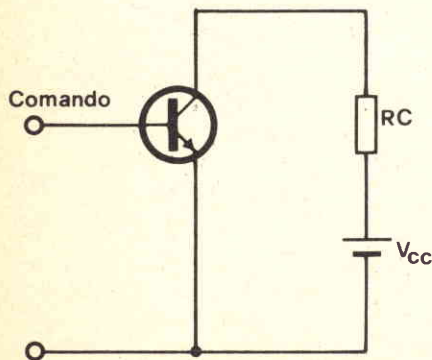
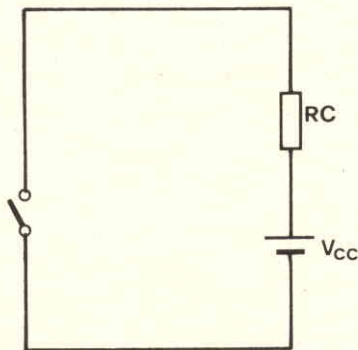
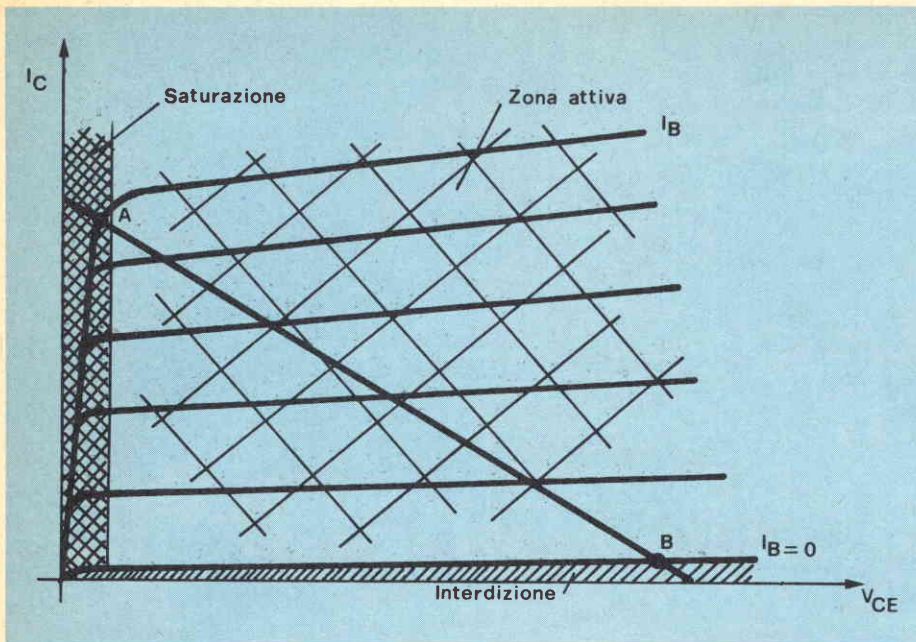

Fig. 1 -
Fig. 2 -
Fig. 7
In questo articolo vengono presi in esame i transistori impiegati come interruttori elettronici. La fig. 1 riporta un transistore usato come interruttore per connettere il carico R_c all'alimentazione V_{cc} . Se non consideriamo il fatto che il transistore può essere pilotato elettricamente e può rispondere più rapidamente, esso esercita le stesse funzioni del contatto meccanico di fig. 2.
Per comprendere come un transistore possa essere utilizzato come interruttore, è utile considerare le caratteristiche $I_c = f(V_{CE})$ ed esaminare le tre regioni identificabili in fig. 7: regione di interdizione, regione attiva, regione di saturazione. La regione di interdizione è quella regione contraddistinta da bassissimi valori di I_c e da valori anche elevati di V_{CE} : è la zona intorno alla caratteristica $I_b = 0$. Si richiede che il transistore si trovi in regione di interdizione (OFF), ogni qual volta si vuole interruttore aperto, cioè corrente impedita.
In fig. 7 è pure riportata la retta di carico corrispondente alla resistenza R_C di fig. 1. Per quanto detto precedentemente, i due punti estremi che caratterizzano il funzionamento del transistor come interruttore saranno il punto A (ON) e il punto B (OFF).